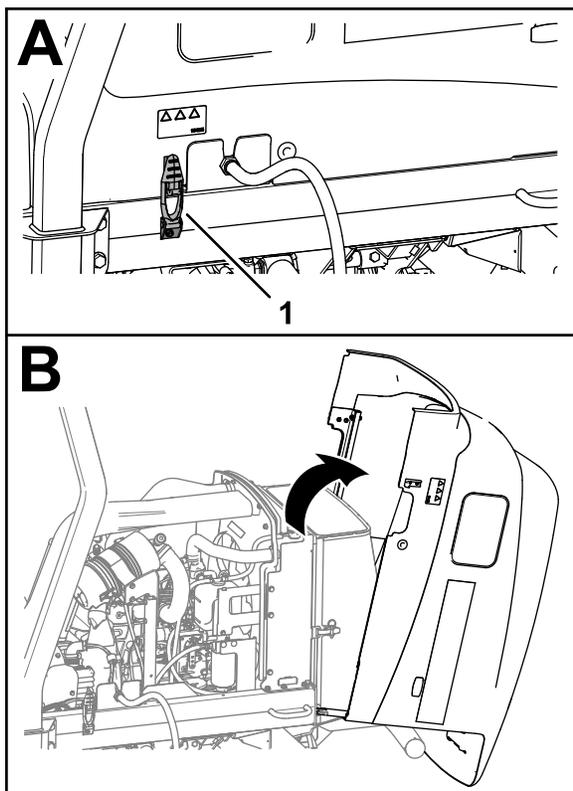

Figura 59
1. Solte os dois trincos do capot (Figura 59).